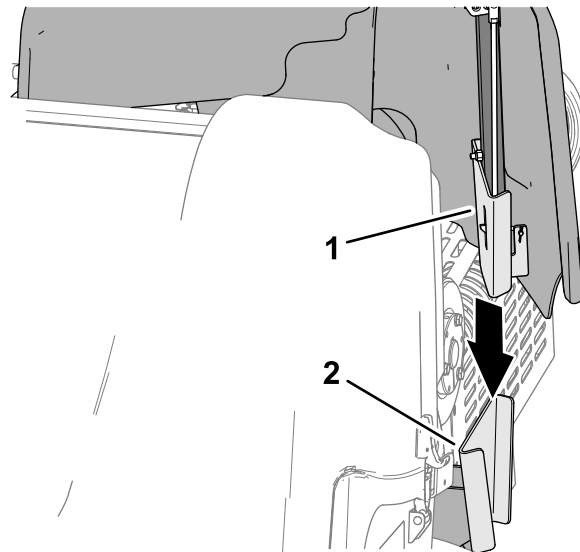

Figura 144
1. Alinee el soporte de montaje de la cubierta de la correa con el soporte de sujeción de la cubierta del bastidor de la máquina (Figura 144).